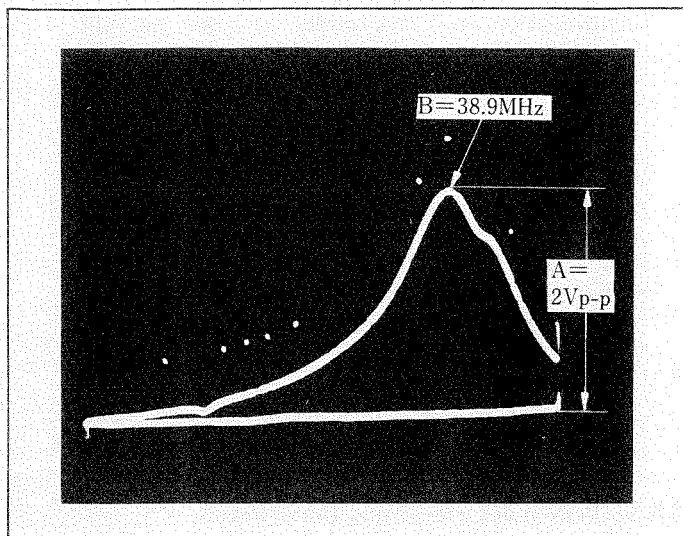

Fig. 38
5. Jetzt den Ausgang des VIF-Wobbelgenerators einstellen, bis ein Pegel, wie in Fig. 38 gezeigt, von 2 Vss erzielt wird.
5. Jetzt den Ausgang des VIF-Wobbelgenerators einstellen, bis ein Pegel, wie in Fig. 38 gezeigt, von 2 V_{ss} erzielt wird.